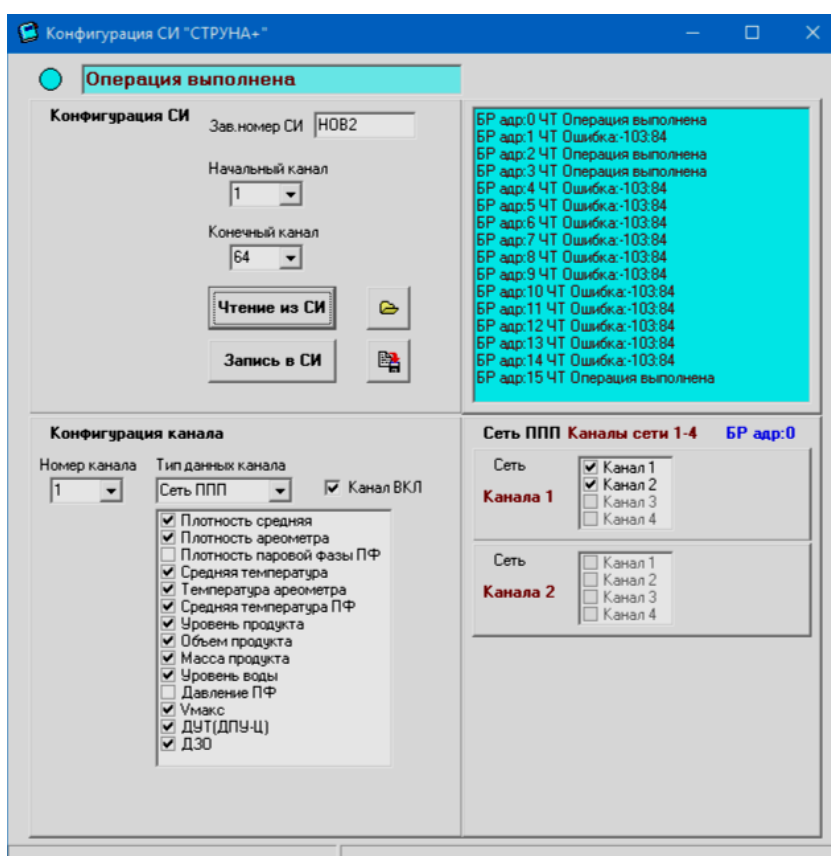

Рисунок 5.40
- после считывания конфигурации с подключенных БР в соответствии с введенным диапазоном измерительных каналов на верхнем табло появится надпись «Операция выполнена». При этом на табло справа отображается информация о чтении конфигурации из БР, которые должны быть подключены в соответствии с диапазоном измерительных каналов (рисунок 5.40). Надпись «БР адр 0 ЧТ: Операция выполнена» означает, что чтение конфигурация из БР с адресом 0 выполнена успешно. Надпись «БР адр 1 ЧТ: Ошибка 103:84» означает, что чтение конфигурация из БР с адресом 1 не выполнено (например, БР с адресом 1 не подключен);